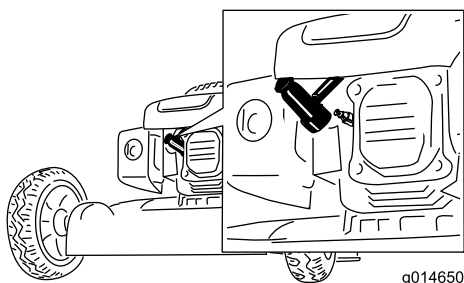

Figura 19
2. Staccate il cappello dalla candela (Figura 19) prima di eseguire interventi di manutenzione.